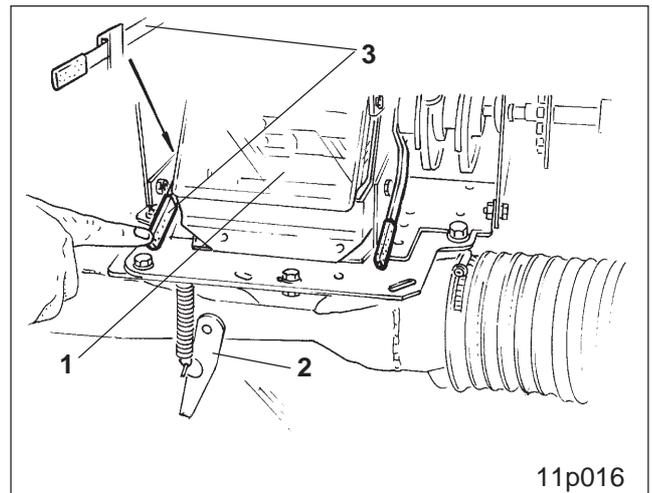

Fig. 16.1
- la trappe en plastique transparent (fig. 16.1/1)
- le clapet de la chambre d'injection (fig. 16.1/2) et
Pour ouvrir le clapet de vidange placé derrière l'organe doseur, manœuvrez le levier (fig. 16.1/3) vers le bas et bloquez le dans cette position.